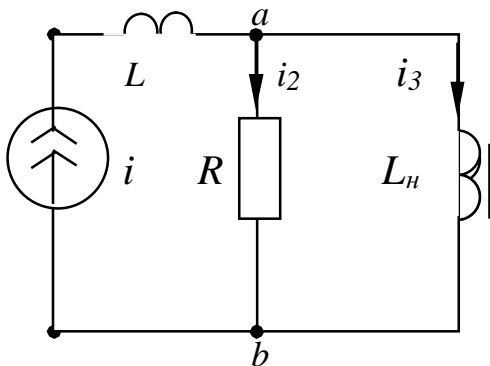
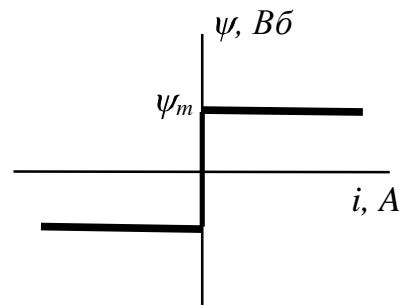

Рис. 8.1
Рис. 8.2
8. Схема рис. 8.1 состоит из источника синусоидального тока $i = I_m \sin 2000t$, линейного активного сопротивления, линейной индуктивности и нелинейной индуктивности с вебер-амперной характеристикой, изображенной на рис. 8.2, где $\psi_m = 10^2 Bб$, (ψ - потокосцепление, i - ток).